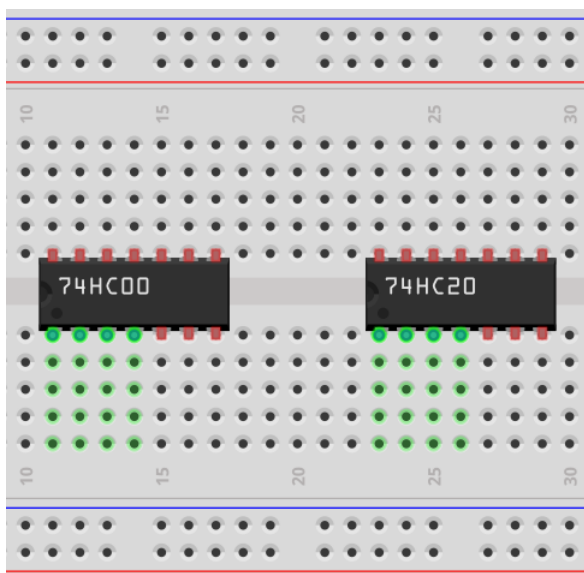

图 7 添加 74HC20 后的电路
- 4、重复 1 到 3，放置元件 74HC20，如图 7 所示